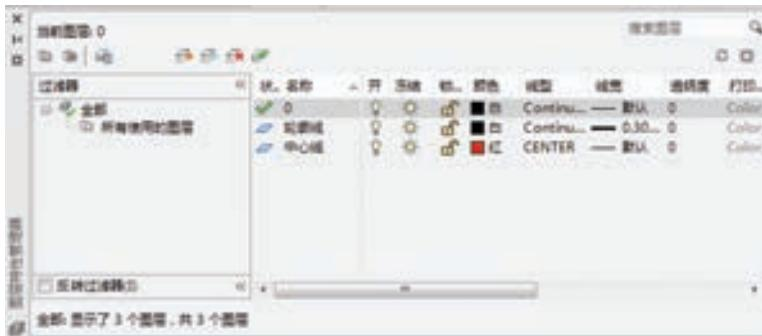

图 3-32 图层设置
(1) 设置图层 单击“图层”工具栏中的“图层特性管理器”按钮，打开“图层特性管理器”面板。新建“中心线”和“轮廓线”两个图层，如图 3-32 所示。